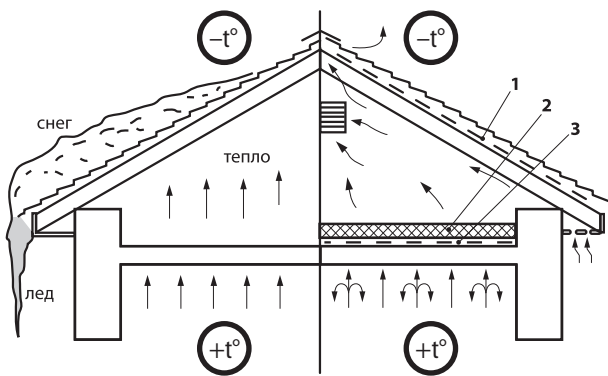

Рис. 2
Для защиты внутренних элементов стен и крыши от атмосферной влаги необходимо устройство гидроизоляции, так же она нужна, чтобы избежать накопления конденсата на внутренней поверхности металлочерепицы в случае, если есть утечки тепла через перекрытие верхнего жилого этажа в холодный чердак. Хорошо подходят в этом случае пленки с антиконденсатным покрытием. Если чердак не жилой, то он обязательно должен проветриваться и быть холодным. Перепад температуры наружного воздуха и воздуха внутри чердачного помещения в зимний период не должен превышать 2-4°C, иначе может подтаивать снег на кровле, что приведет к обледенению и образованию сосулек на свесе карниза (рис. 2).
Воздух отапливаемого помещения содержит пары воды, которые устремляясь в холодную зону, конденсируются. Для сохранения теплозащитных свойств утеплителя, перекрытие верхнего жилого этажа при холодном чердаке должно иметь слой пароизоляции (3), предохраняющий утеплитель от увлажнения (рис. 2).